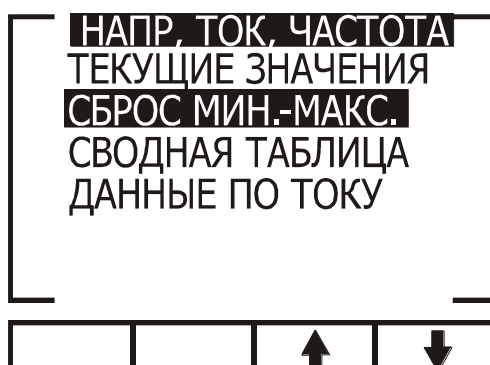

Рис. 27
2. Нажмите кнопку Enter. На дисплее появится экран настройки режима отображения значений напряжения, тока и частоты сети (рис. 27):